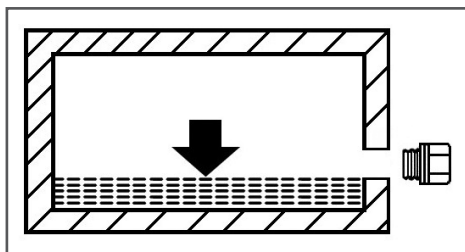

Рис. 35 Уровень масла в вибраторе
9. После заправки убедитесь, что уровень масла соответствует нижней кромке контрольного отверстия. При необходимости, долейте масло в вибратор до требуемого уровня (Рис. 35).